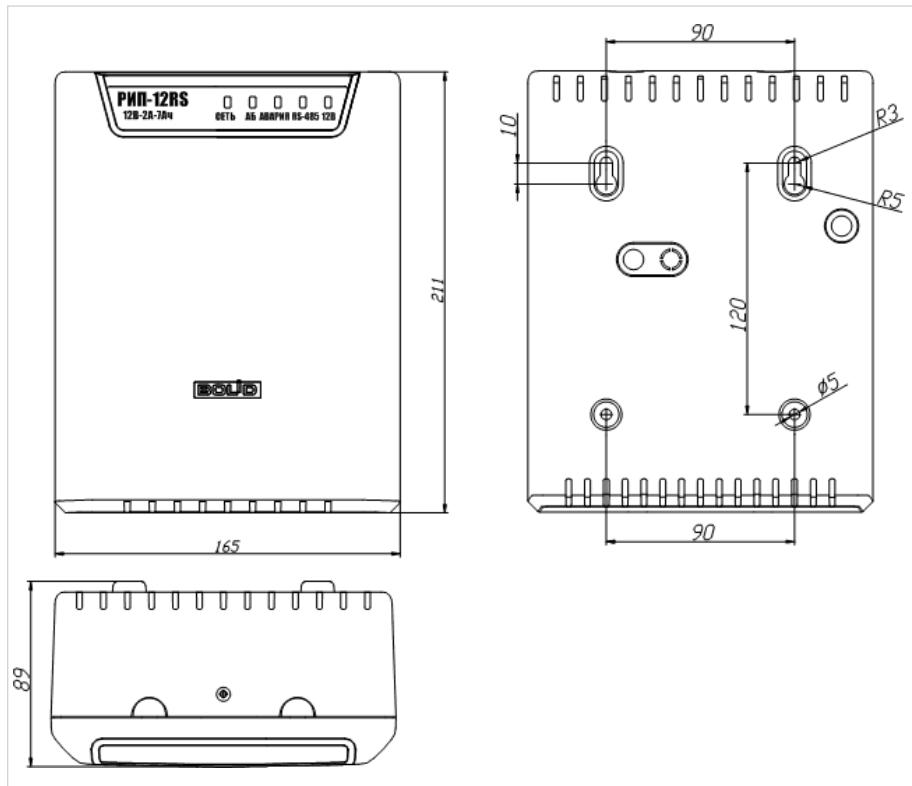

Рисунок 5. Внешний вид и габаритные размеры РИП
2. Наметьте на стене места для четырёх установочных отверстий в соответствии с габаритным чертежом (см. рис. 5). Просверлите отверстия.